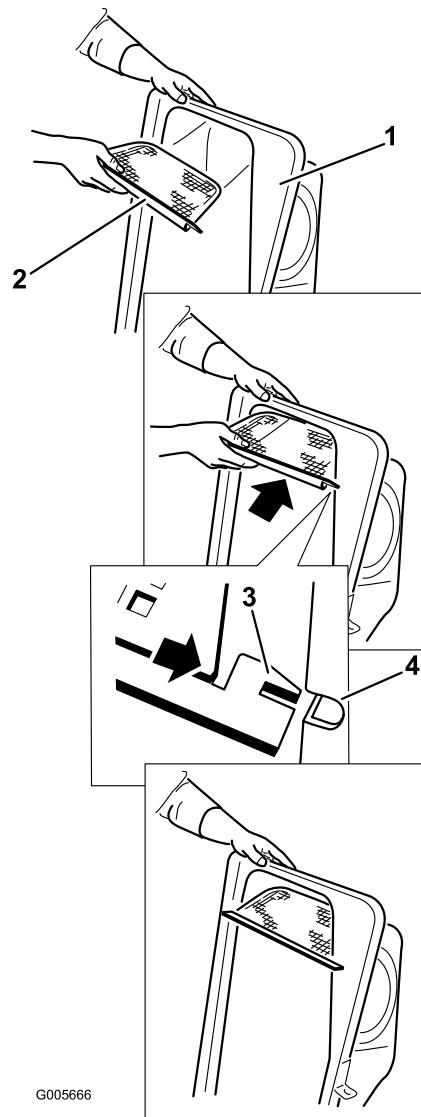

Figura 10
2. Instale la rejilla según se muestra en Figura 10, de manera que quede inclinada hacia abajo, hacia las bolsas de recogida.